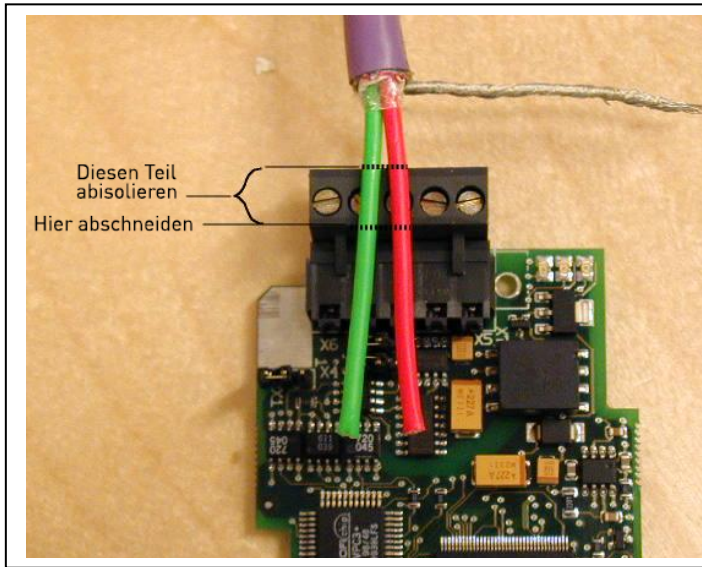

Bild 4-7.
- 3 Stecken Sie die Datenleitungen **beider CANopen-Kabel** in die Klemmen #2 und #4. Siehe Bild 4-7.